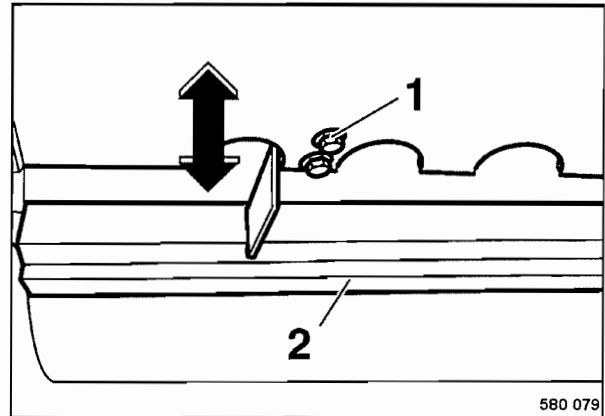

Fig. 62
- Para ajustar los rascadores 1 (Fig. 62), soltar los tornillos de fijación (2) en los agujeros oblongos, y apretar el soporte de los rascadores en dirección hacia el rodillo hasta obtener contacto.